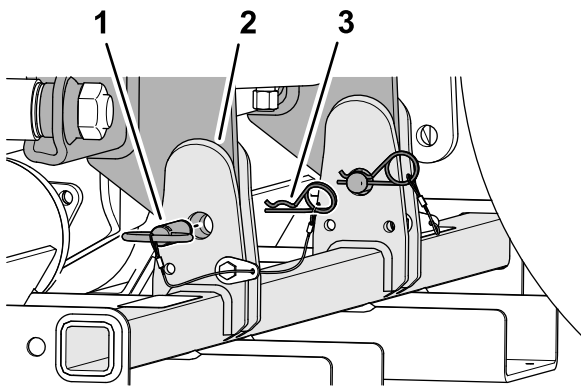

Рисунок 46
3. Прикрепите подставку для хранения к машине с помощью 2 пальцев подставки для хранения и 2 шплинтов (Рисунок 46).